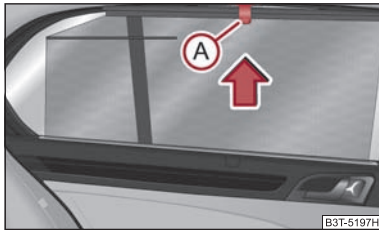

Fig. 63 Ușa din spate: Ruloul protecție solară
- Trageți ruloul parasolar de elementul (A) ⇒ fig. 63 și agățați-l în suportul din marginea superioară a ușii.